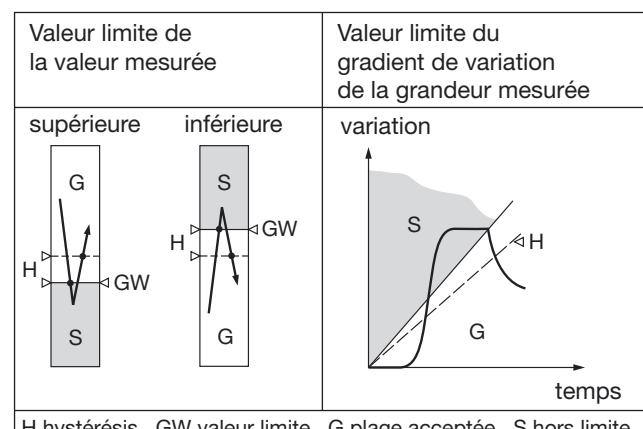

Fig. 3. Fonctions de commutation suivant type du détecteur de seuil.
– pour surveiller une valeur haute ou basse de la grandeur mesurée située entre -10 et +110%² (voir Fig. 3, à gauche)
entre ± 1 et ± 50%/s² (voir Fig. 3, droite)